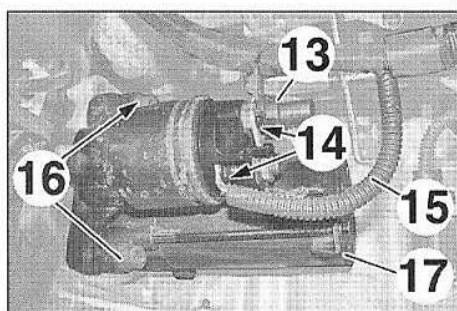

FIG.39
- Déposer (Fig.39) :
- le cache (13),
- les écrous (14).
- Libérer les faisceaux (15).
- les vis (16),
- le démarreur (17).